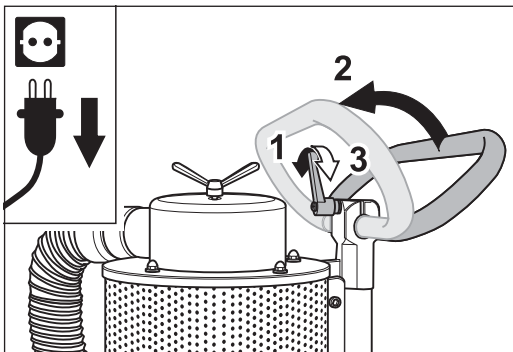

Fig. 53 Pour basculer la machine, débloquez tout d'abord le levier de serrage et rabattez l'étrier de maintien vers l'avant.
- 3 Débloquez le levier de serrage de l'étrier de maintien, faites passer l'étrier de maintien vers l'avant et resserrez le levier de serrage (fig. 53).